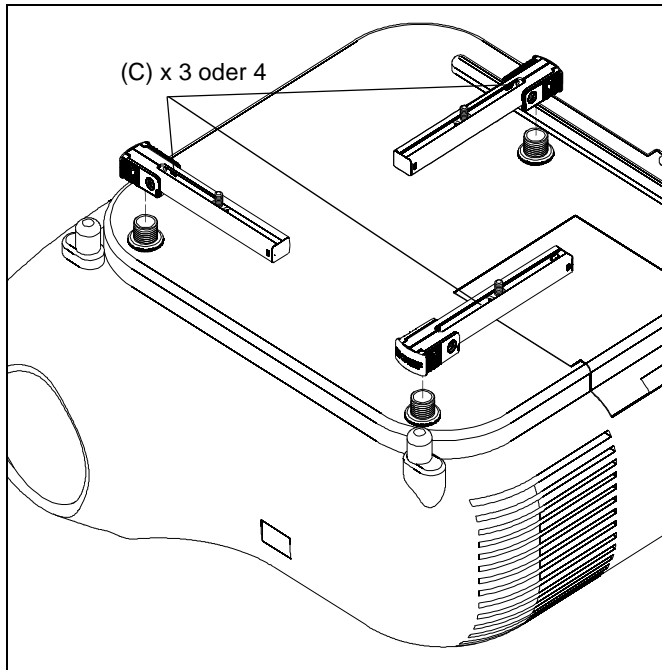

Abb. 4
- Platzieren Sie die SSBU/SSMU-Beine (C) über den Schraubadaptern mit den Höheneinstellmuttern. (Siehe Abb. 4)